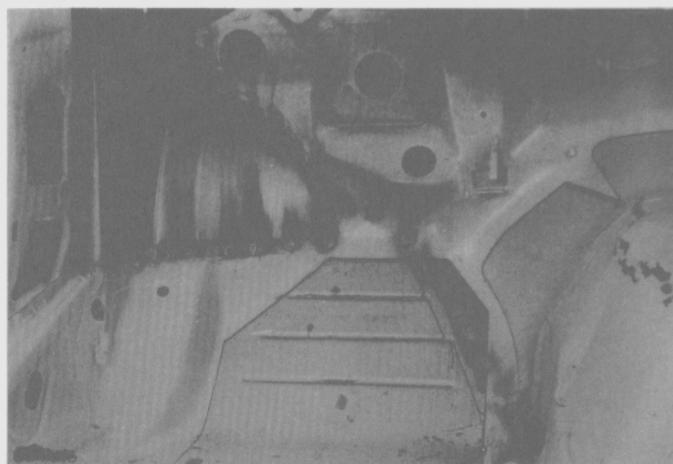

Fig. 152
- Soldar por pudelado con metal en atmósfera de gas inerte el conjunto del larguero/guardabarro delantero interior al panel parallamas desde el lado derecho, (Fig. 152) y soldarlo luego por pudelado al piso de la carrocería (Fig. 153).